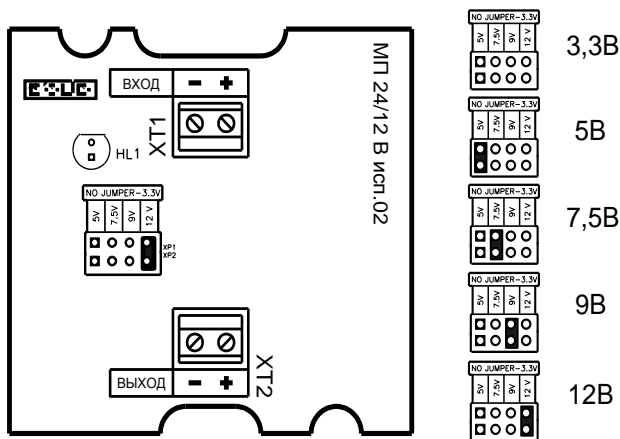

Рисунок 2
ХТ1 имеет маркировку «ВХОД», ХТ2 – маркировку «ВЫХОД» (см. Рис. 2).
2.2.5 Установить с помощью переключки требуемое выходное напряжение (см. Рис. 2).
2.2.6 Включить внешнее питание источника питания. При этом должен включиться индикатор зелёного цвета HL1 на плате МП (см. Рис. 2), который свидетельствует, что выходное напряжение присутствует.